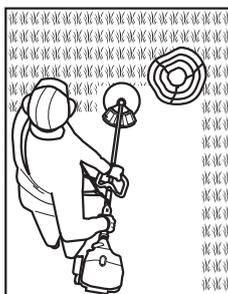

Fig. 18g
- Faire particulièrement attention en travaillant à proximité d'arbres et de buissons. La tête de coupe risque d'endommager les écorces sensibles ou les poteaux (voir Fig. 18g).